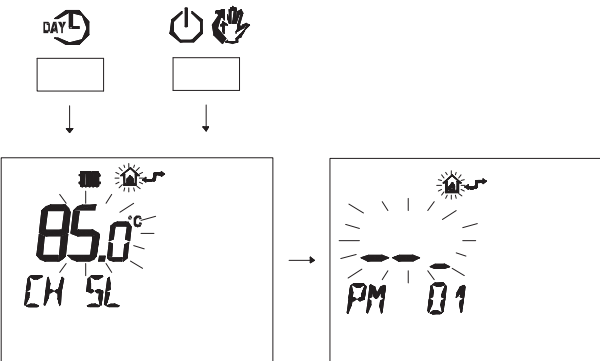

Рисунок 5.48
- Нажмите одновременно кнопки **DAY L** и **ON**, чтобы войти в поле ввода настроек (Рисунок 5.48).